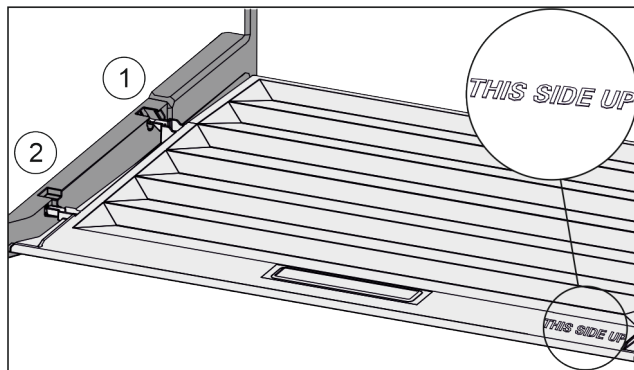

Fig. 37
- Inserire le nervature del coperchio attraverso l'apertura del supporto posteriore Fig. 37 (1) e innestare anteriormente nel supporto Fig. 37 (2).